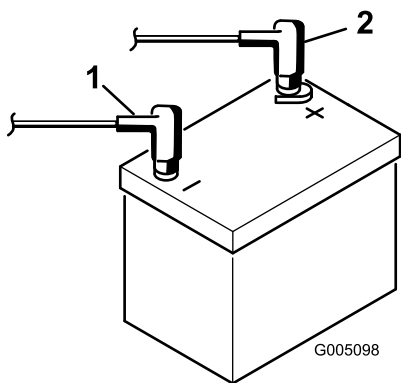

Figure 44
1. Débranchez le câble négatif (noir) avant le câble positif (rouge) de la batterie (Figure 44).
- Raccordez le câble positif (rouge) de la batterie à la borne positive (+) et le câble négatif (noir) à la borne négative (-) (Figure 44) et fixez-les en place avec les boulons et les écrous. Placez le capuchon en caoutchouc sur la borne positive pour éviter les courts-circuits.